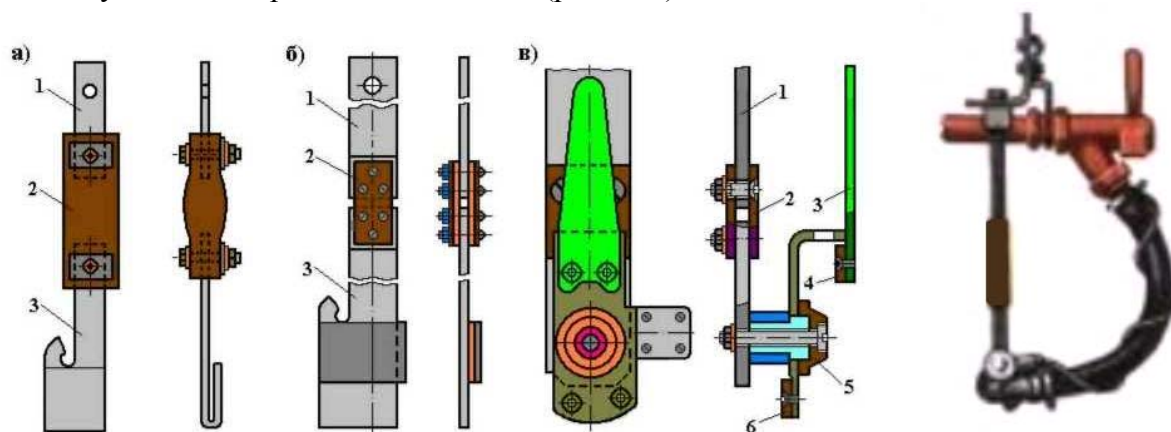

Рис. 5.26. Изолированные подвески.
Для подвешивания головки соединительного рукава на локомотиве или на вагоне используются изолированные подвески (рис.5.26).
- *из резины* (рис.5.26.а);
- *пластмассы* (рис.5.26.б);
- *с изоляционными накладками* (рис.5.26.в).
При закреплении головки рукава на изолированной подвеске хвостового вагона (рис.5.26.а,б) контактный палец выдвинут из корпуса головки, то есть электрическая цепь рабочего и контрольного провода внутри головки замкнута.
Локомотивные изолированные подвески (рис.5.26.в) имеют поворотную ручку 4 с изоляционными накладками 5 и 6. С помощью поворотной ручки контактный палец утапливается внутрь корпуса головки для того, чтобы соединение рабочего и контрольного проводов имело место только на хвостовом вагоне поезда.